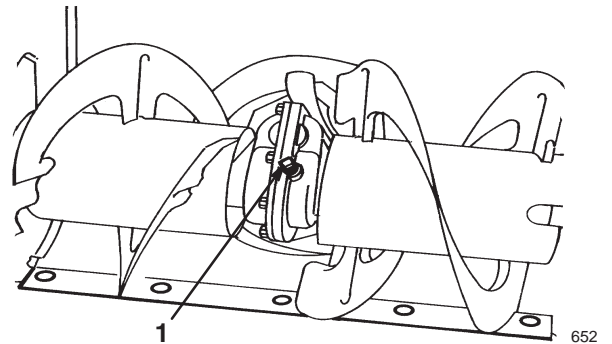

Bild 18
4. Den Bereich um den Rohrverschluss herum reinigen (Bild 18).
5. Entfernen Sie den Rohrverschluss vom Getriebe (Bild 18).